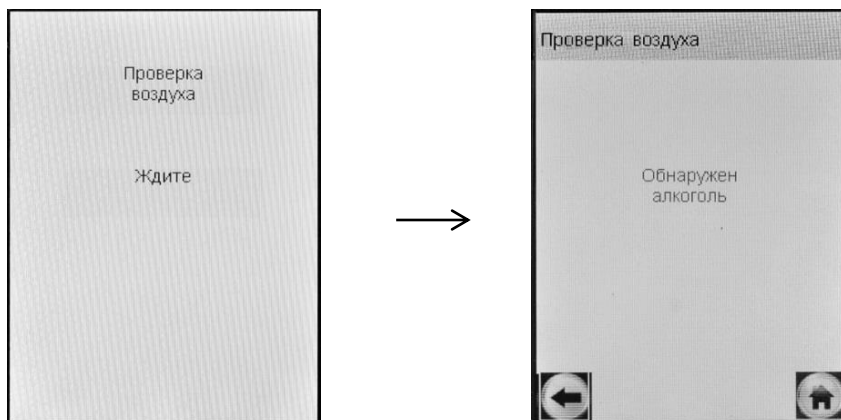

Рисунок 17 – В окружающем воздухе, мундштуке или в заборной системе обнаружены пары этанола
2.8.20 Если при выполнении 2.8.11 настоящего РЭ в окружающем воздухе, мундштуке или заборной системе анализатора будет обнаружен этанол или другие компоненты, которые могут оказать влияние на показания анализатора, на экране появится сообщение «**Обнаружен алкоголь**» (рисунок 17, справа).